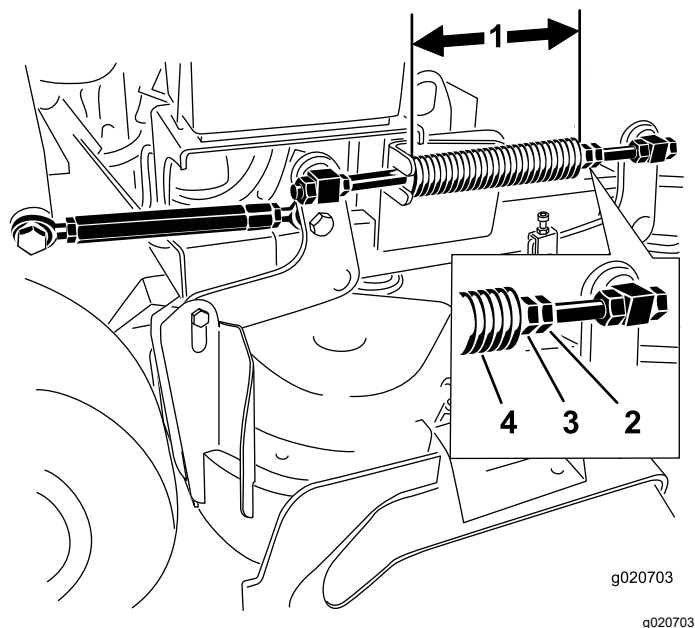

Figure 84
Remarque: La longueur nominale des tabliers de coupe de 91 cm (36 po) est de 28 cm (11 $\frac{1}{8}$ po) (Figure 84).
3. Réglez cette distance en desserrant l'écrou de blocage du ressort et en tournant l'écrou devant chaque ressort (Figure 84).
4. Bloquez l'écrou en position en serrant l'écrou de blocage du ressort (Figure 84).